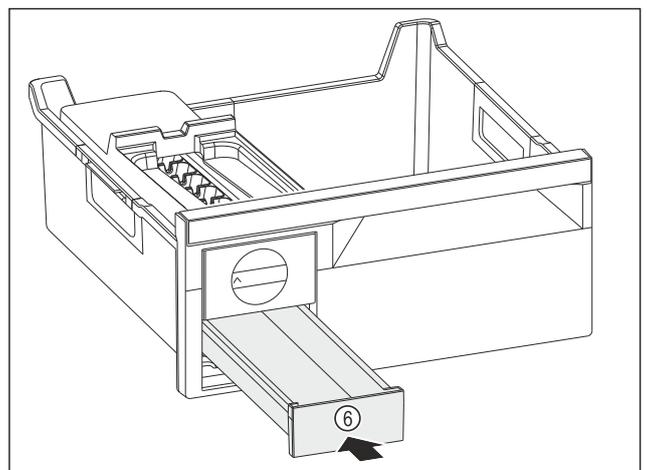

Fig. 92
- ▶ Introducir el cajón para cubitos de hielos Fig. 92 (6).